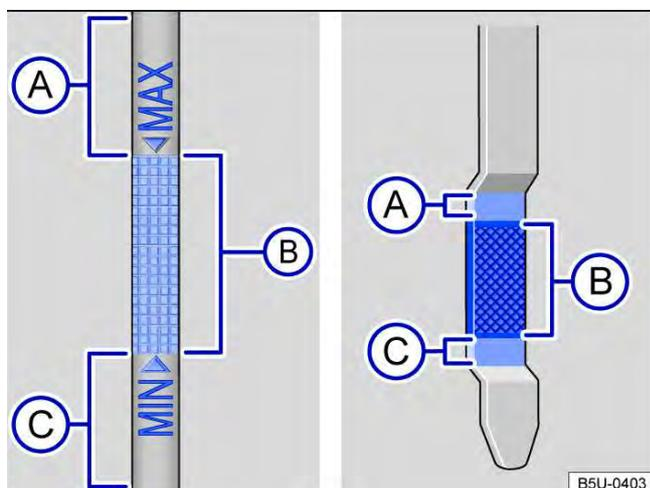

Fig. 163 Vareta de medição do óleo com marcas de nível do óleo do motor.
7. Retirar novamente a vareta de medição do óleo e ler o nível no óleo do motor na vareta de medição → Fig. 163 da seguinte maneira:
13. No final do processo de abastecimento do óleo, o nível do óleo do motor deve estar, ao menos, no meio da área → Fig. 163 ⓘ, mas jamais acima da área ⓘ → ⓘ.
- Não ligar o motor se o nível do óleo do motor estiver acima da área → Fig. 163 ⓘ. Procurar auxílio técnico especializado. Caso contrário, o catalisador e o motor podem ser danificados!
O nível do óleo do motor não deve em nenhuma hipótese ultrapassar a área → Fig. 163 ⓘ. Com o nível acima dessa área, o óleo pode ser aspirado pela ventilação do cárter, sendo lançado na atmosfera pelo sistema de escape. Além disso, o óleo pode ser queimado dentro do catalisador, danificando-o.
Em caso de alta demanda do motor, o nível do óleo do motor deve estar o mais próximo possível da área → Fig. 163 ⓘ – sem ultrapassar, como, por exemplo, em longas conduções em estrada durante o verão ou durante travessias de montanhas. ◀